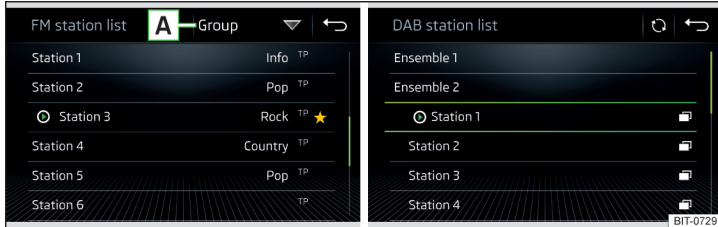

Abb. 178 Beispiel der Liste verfügbarer FM/DAB-Sender
- ▶ Zur **Sortierung** (FM) der Sender in alphabetischer Reihenfolge, laut Gruppe oder Genre, die Funktionsfläche [A] » Abb. 178 antippen » !.
- ▶ Zur **Filterung** der Sender nach dem Programmtyp (bspw. Kultur, Musik, Sport u. Ä.) in der FM-Senderliste (bei eingeschalteter RDS-Funktion) und der DAB-Senderliste (bei gewählter alphabetischer Sortierung der Senderliste) die Funktionsfläche [A] » Abb. 178 antippen.
- ▶ Zur **manuellen** Aktualisierung die Funktionsfläche ☰ » Abb. 178 antippen.